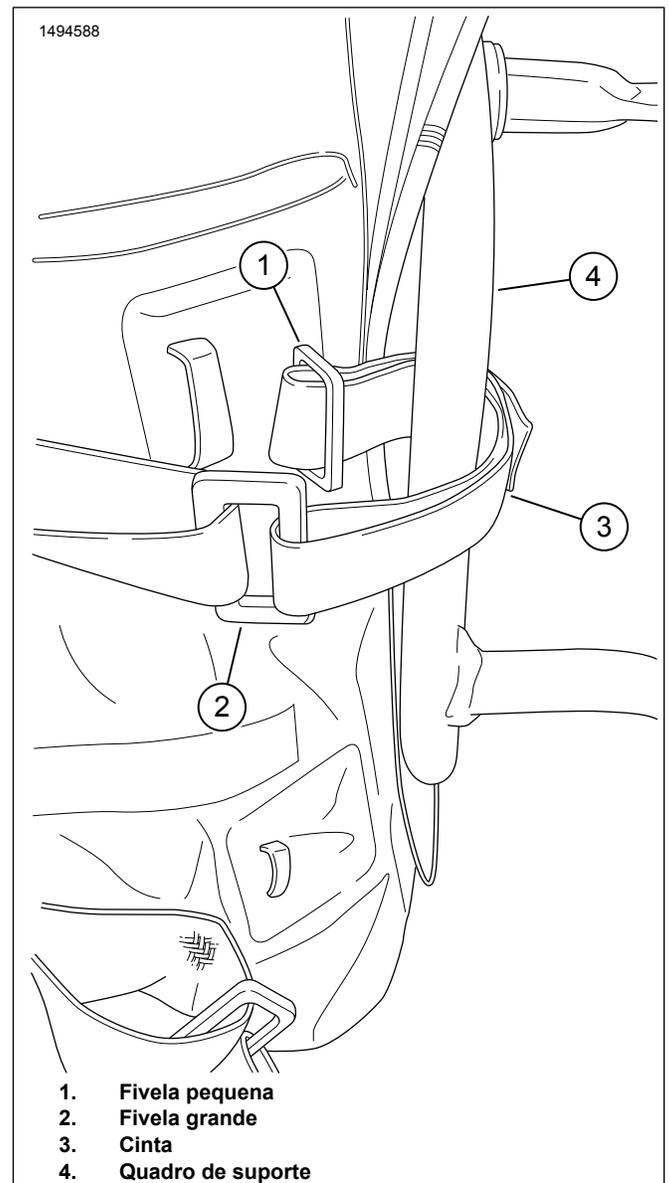

Figura 5. Processo da correia de tensão 1
7. Figura 5 Enrole as correias de tensão do alforje (3) em torno do quadro de suporte do alforje (4).